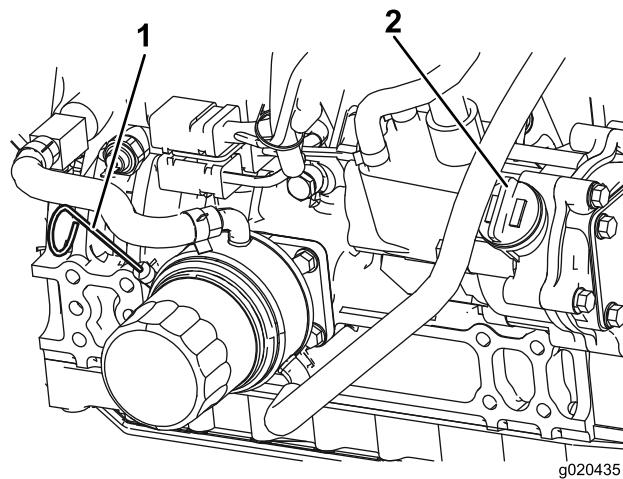

Bild 8
3. Entfernen Sie den Peilstab, wischen ihn ab und führen ihn wieder in das Rohr ein; ziehen Sie ihn dann wieder heraus. Der Ölstand sollte zwischen der Nachfüll- und Voll-Marke liegen (Bild 8).
4. Wenn der Ölstand niedrig ist, entfernen Sie den Einfülldeckel (Bild 8) und füllen Sie Öl ein, bis der Stand zwischen der Voll- und Nachfüllmarkierung liegt. **Füllen Sie nicht zu viel ein.**